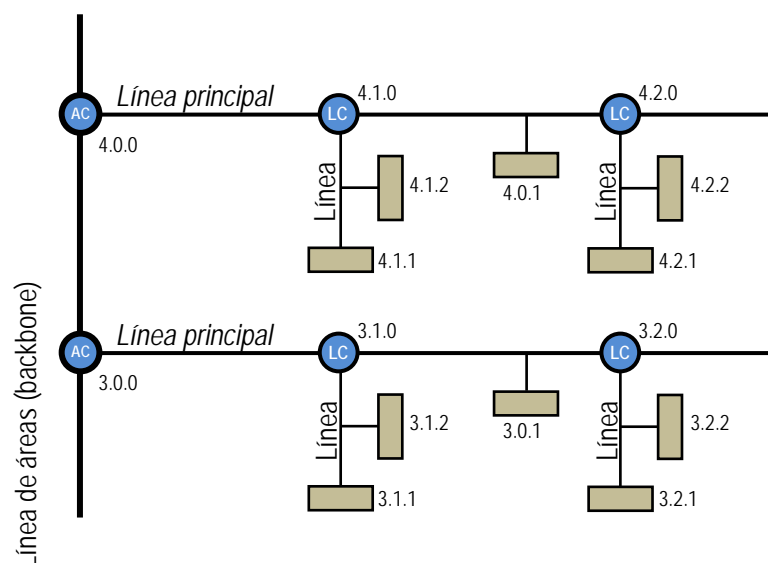

Figura 5 Acoplamiento de líneas
La Figura 5 representa un escenario típico. El Zennio KNX-IP Router podría instalarse en todos los nodos marcados como “AC” (acoplador de áreas) o “LC” (acoplador de líneas):
**Ejemplo:** en el ejemplo de la Figura 5, cuando el acoplador con dirección 3.2.0 lea en la línea principal un telegrama destinado al dispositivo con dirección física 3.1.2, comparará ambas direcciones y determinará que 3.1.2 no pertenece a la línea secundaria, por lo que no transmitirá el telegrama.
- El dispositivo que genera el telegrama debe tener asignada una dirección física que realmente corresponda a su línea. En la Figura 5, si el dispositivo con dirección física 3.1.1 (por ejemplo, un programador USB-KNX) pasa a tener la dirección 7.7.255, no será capaz de hacer llegar telegramas a, por ejemplo, el dispositivo con dirección 4.0.1.
- **Importante:** como la programación de los dispositivos se efectúa enviando telegramas dirigidos a direcciones físicas, para poder hacer descargas sobre un dispositivo de una línea (por ejemplo, el 4.1.1 de la Figura 5) desde un programador instalado fuera de esa línea, es necesario que el acoplador de líneas permita pasar todas las direcciones físicas desde la línea principal.